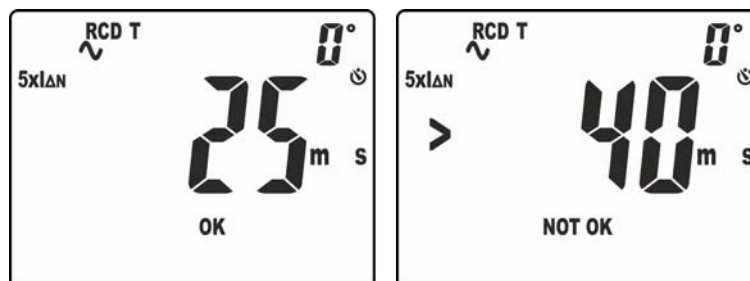

Fig. 36: Tempo di intervento in modo manuale a $5xI_{\Delta n}$
10. Il risultato della misura corretto è mostrato a display (vedere Fig. 36 – parte sinistra) con indicazione “OK”
11. Il risultato della misura incorretto (**tempo di intervento > 40ms**) è mostrato a display (vedere Fig. 36 – parte destra) con indicazione “NOT OK”. Un breve suono continuo è emesso dallo strumento
10. Il risultato della misura corretto è mostrato a display (vedere Fig. 36 – parte sinistra) con indicazione “OK”. Notare la presenza del tempo di intervento nella parte alta destra del display
11. Il risultato della misura incorretto è mostrato a display (vedere Fig. 36 – parte destra) con indicazione “NOT OK” (**corrente di intervento > 33mA**). Un breve suono continuo è emesso dallo strumento